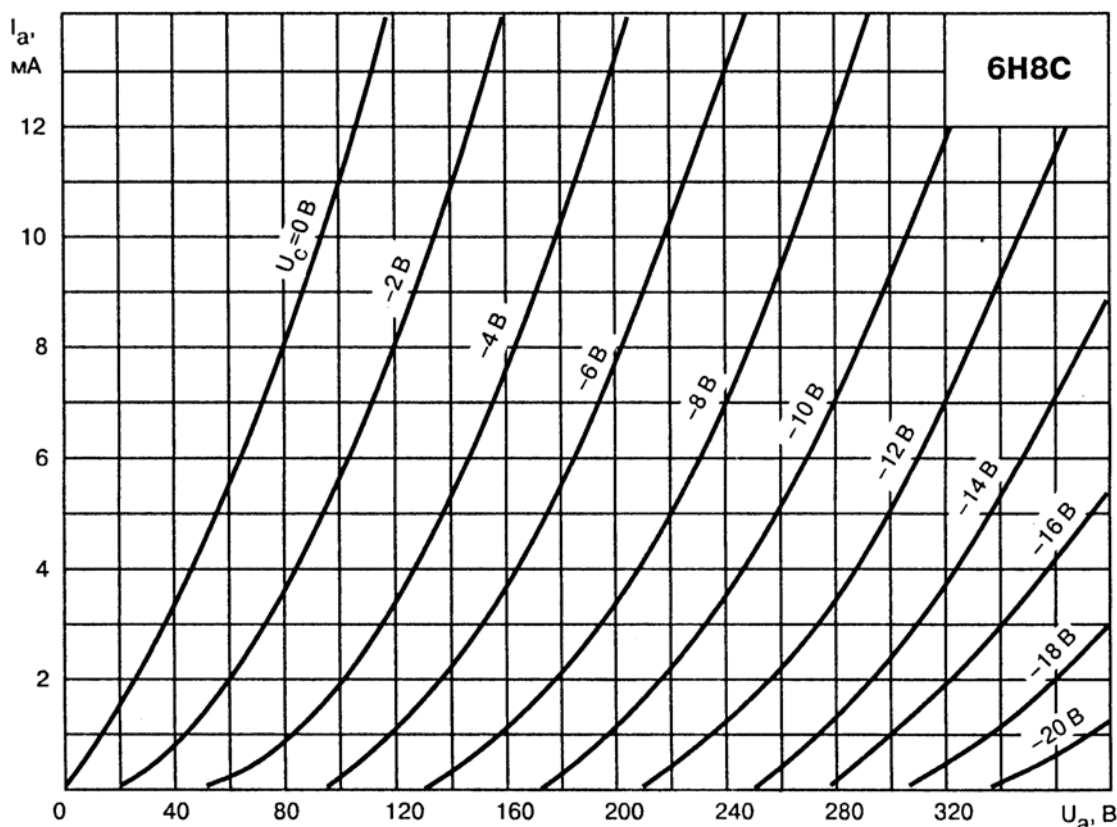

Рис. 2.21. Типовые вольт-амперные характеристики 6Н8С
- высокая линейность, широкий раскрыв характеристик (см. рис. 2.21);